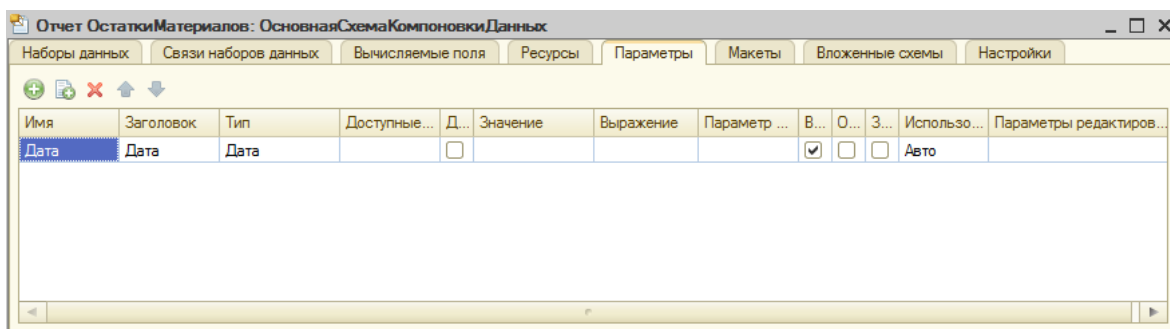

Рисунок 13.7- Добавление параметра отчета
11. В верхней части формы конструктора СКД, на закладке **Параметры**, добавим параметр **Дата** и укажем тип **Дата** (рисунок 13.7).